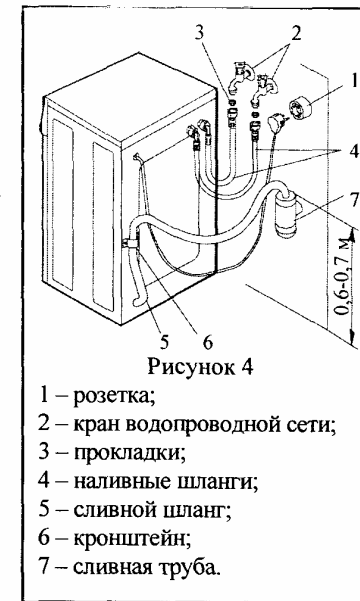

Рисунок 4
- Для подключения машины к электрической сети должна использоваться розетка с заземляющим контактом 1 (см. рис. 4).
- Подсоедините наливные шланги 4 (см. рис. 4) к водопроводным кранам 2: